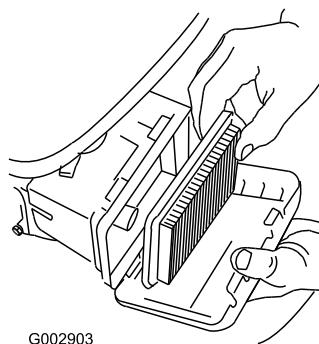

Figura 43
3. Retire el filtro de aire (Figura 43).